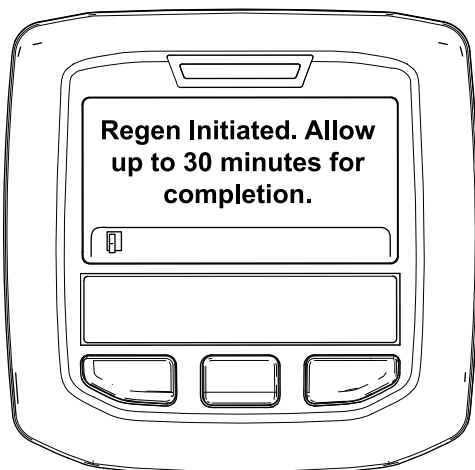

Figura 49
- Si la regeneración está permitida, en el InfoCenter se muestra el mensaje "Regen Initiated. Allow up to 30 minutes for completion" (Regeneración iniciada. Esperar 30 minutos para que se complete), espere a que la máquina complete el proceso de regeneración en estacionamiento (Figura 49).